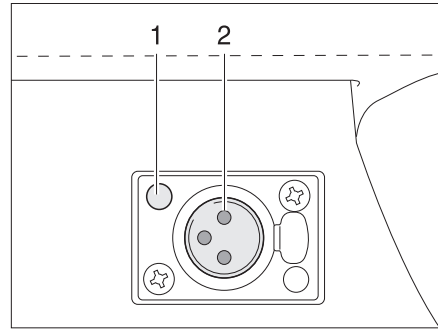

Fig. 95 Prise de courant
- Insérer la fiche située au pied de la lampe pour prise dans la prise de courant (Fig. 95,1) jusqu'à ce qu'elle se verrouille de manière audible. Ce faisant, veiller à la position des contacts (Fig. 95,2).